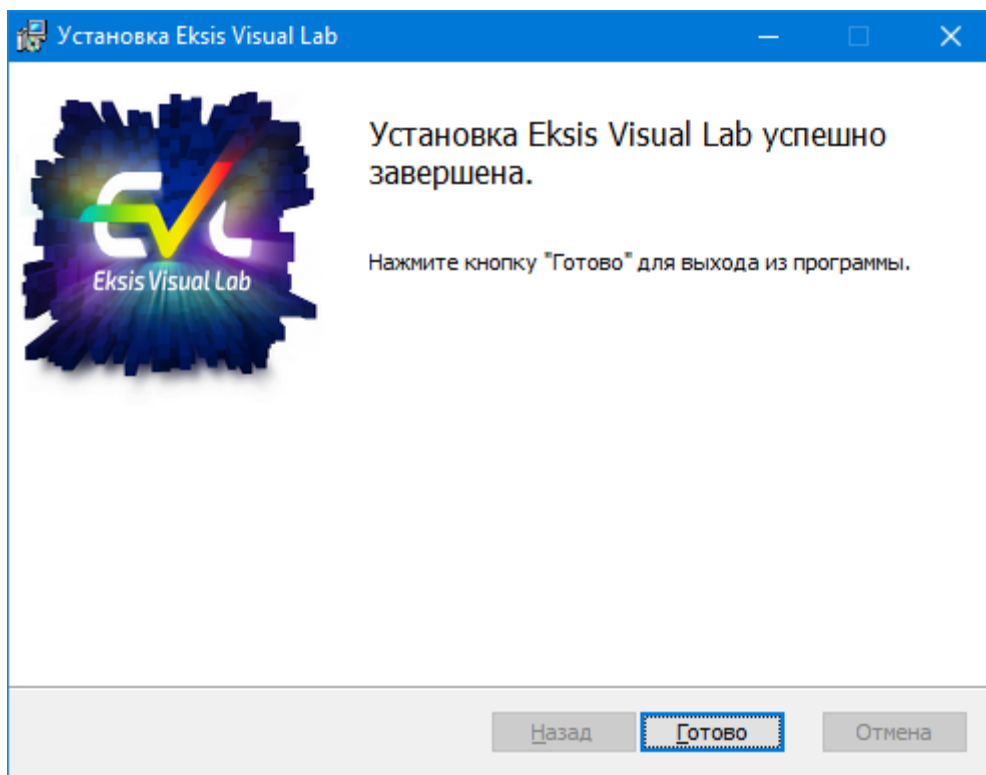

Рис. 2.7. Завершение установки программы
6. Завершение установки и выход из мастера установки (рис. 2.7).